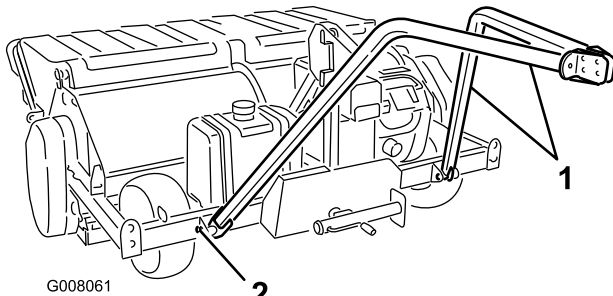

Figura 12
1. Monte un brazo de tiro en cada pestaña de la parte delantera del procesador de terrones con un pivote (Figura 12). Fije los pivotes a los brazos de tiro con tornillos de 3/8 x 1-1/4 pulgadas y tuercas con arandela prensada. Coloque los brazos de tiro según se muestra en Figura 12.